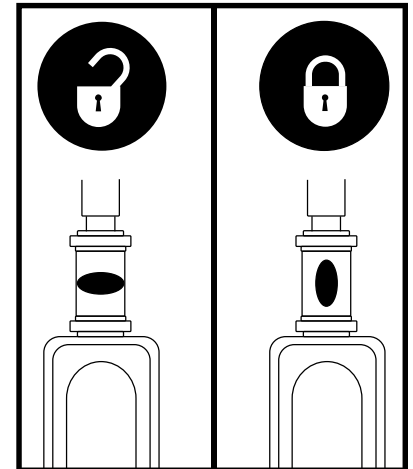

Abb. 35. Lenkersicherungshebel
2. Justieren Sie den Lenker in eine gerade Position, indem Sie den Lenkersicherungshebel eindrücken und gleichzeitig 90° im Uhrzeigersinn drehen. **Siehe Abb. 35.** Das Vorderrad muß nach vorne gerichtet sein, um den Lenker festzustellen.
1. Schlüssel aus dem Schlüsselschalter entfernen und Justieren Sie den Lenker in eine gerade Position, indem Sie den Lenkersicherungshebel eindrücken und gleichzeitig 90° im Uhrzeigersinn drehen. **Siehe Abb. 35.** Das Vorderrad muß nach vorne gerichtet sein, um den Lenker festzustellen.
6. Entsichern Sie das Vorderrad, indem Sie den Lenkersicherungshebel 90° gegen den Uhrzeigersinn drehen. **Siehe Abb. 35.**